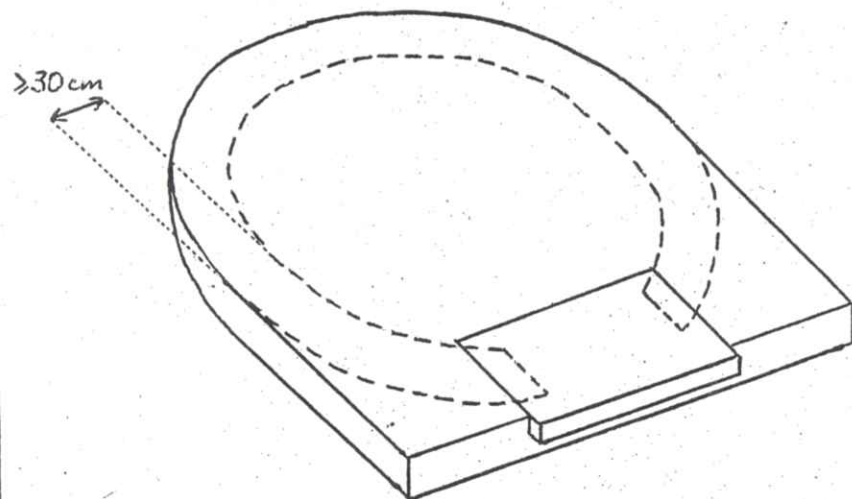

Figure 11 - la sole
► Modeler la sole, une surface plane de l'épaisseur désirée. Ses dimensions sont celles de l'intérieur du four + 30 cm minimum tout autour. La voûte viendra s'appuyer sur ce pourtour. Placer éventuellement à l'entrée du four une pierre plate qui résistera mieux que la terre au frottement des outils. (figure 11)